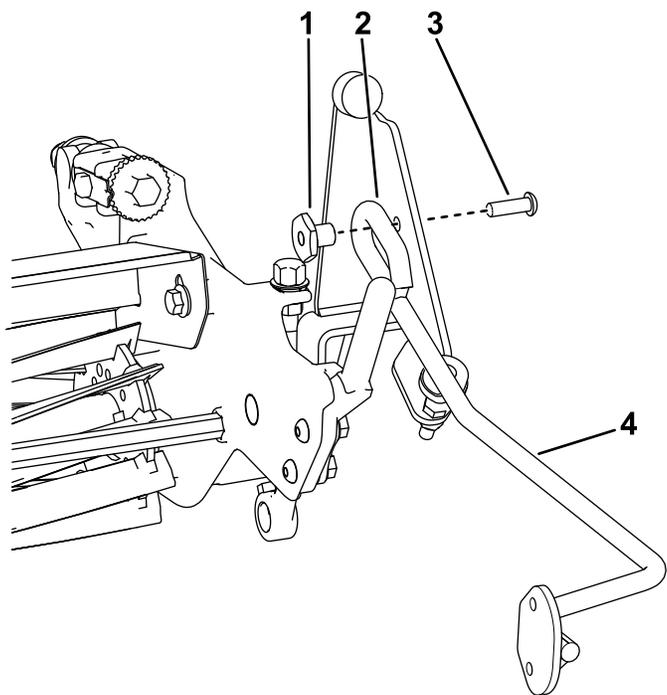

Figure 3
6. Fixez une tige de brosse à chaque support à l'aide d'une vis à tête hexagonale creuse (5/16" x 1") et un écrou d'écartement (Figure 3). Vérifiez que l'anneau soudé sur la tige de la brosse est dans la position indiquée à la Figure 3.